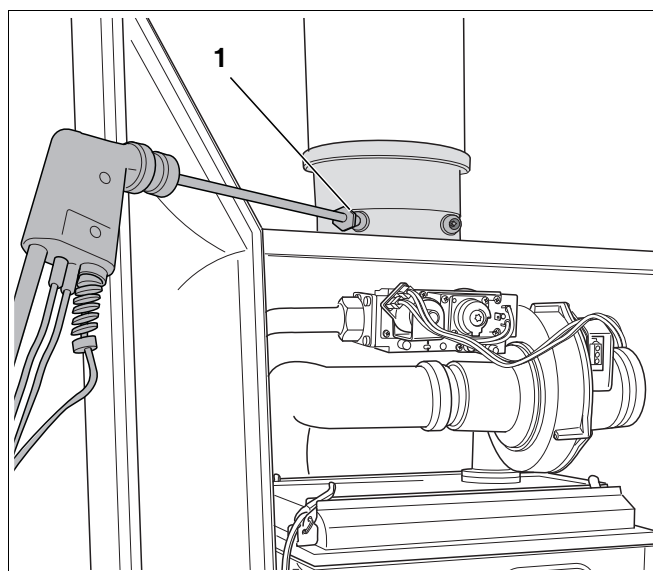

Fig. 86 Måling af kulilteindhold
- Fjern afdækningsklappen på målestedet til røggasser (fig. 86, pos. 1).
- Slut røggasanalyse-måleapparatet til på det venstre målested (fig. 86).
- Mål indholdet af kulilte på målestedet for røggasser (fig. 86).
- Montér afdækningsklappen på målestedet til røggasser (fig. 86, pos. 1) igen.